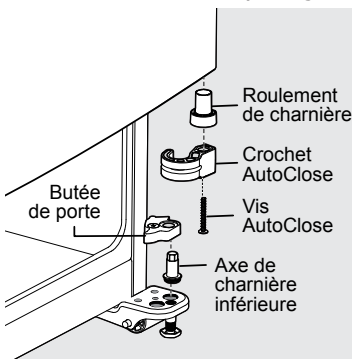

Figure 3
- Retirez la vis de butée de la porte à l'aide d'un tournevis à tête Torx T25 et retirez la butée de la porte (voir figure 3).
- Dévissez l'axe de la charnière inférieure à l'aide d'une clé à molette (voir figure 3).